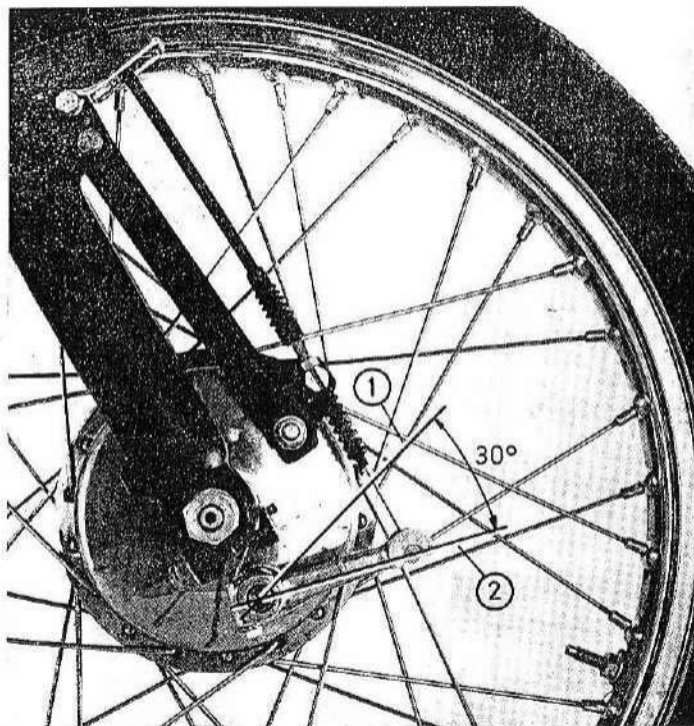

Fig. 19
3. Ajuste de la palanca del freno. Conforme se van gastando los forros de freno, la palanca va cambiando de posición en los sucesivos reglajes. Así llegará un momento en que el muelle quedará comprimido en exceso y perjudicará al frenado. Cuando así ocurra se procederá a cambiar la posición de la palanca girándola en unos grados (ver fig. 19). Fijar en esta posición con llave de 10 mm y graduar como se ha dicho en los puntos 1 y 2.
3. **Réglage du levier de frein.** A mesure que les garnitures de frein s'usent, le levier change de position au cours des réglages successifs. Il arrivera donc un moment où le ressort sera trop comprimé et gênera le freinage. Lorsque cela se produira, on procédera à changer la position du levier en le faisant tourner de quelques degrés (voir fig. 19). Le bloquer dans sa nouvelle position avec une clé de 10 mm et régler comme indiqué dans les paragraphes 1 et 2.
1. **Using the Cable Adjuster.** To increase/decrease the travel of the handlebar lever, rotate the serrated 2 (fig. 19) that the adjuster is retracted into or extended from the from the handlebar mount.
3. **Adjusting the Brake Arm.** According as the brake linings wear, the brake arm changes in position in successive adjustments. Thus it will arrive that the sprig will be excessively compressed and will affect braking. When so occurs, change the position of the brake arm by turning it a few degrees (see fig. 19). Secure in this position with a 10 mm wrench and set as indicated in paragraphs 1 and 2 above.